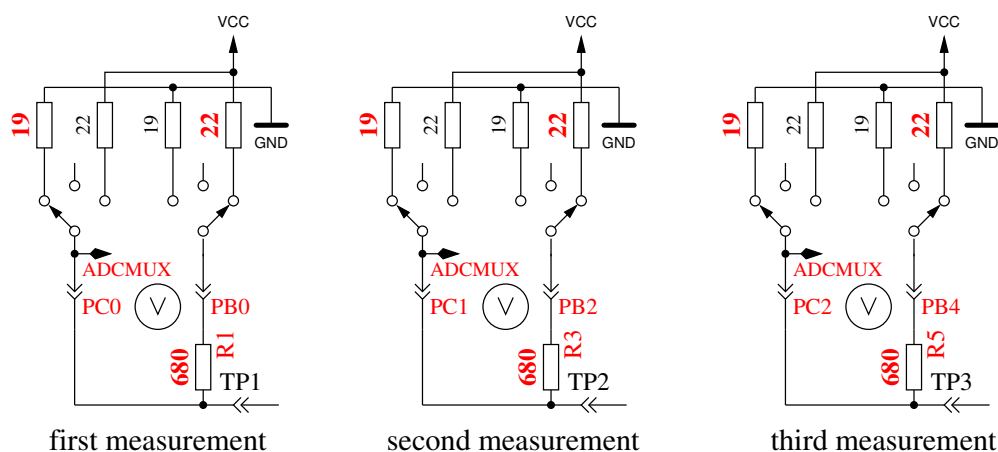

Рис. 5.63. Измерение внутреннего сопротивления порта С подключением выходных контактов к GND
8. **Измерение внутреннего сопротивления порта подключением выходных контактов к GND.** Этот и следующие тесты будут проведены, если выбрана опция AUTO\_CAL. Внутреннее сопротивление порта С с выходами, подключенными к GND, измеряется по току через подключенные к VCC (+5 V) резисторы  $680\ \Omega$ , смотри рисунок 5.63. Могут быть измерены только три вывода порта АЦП. Внутреннее сопротивление портов В (PB0, PB2 и PB4) не может быть измерено без изменения аппаратных средств. Будем считать,